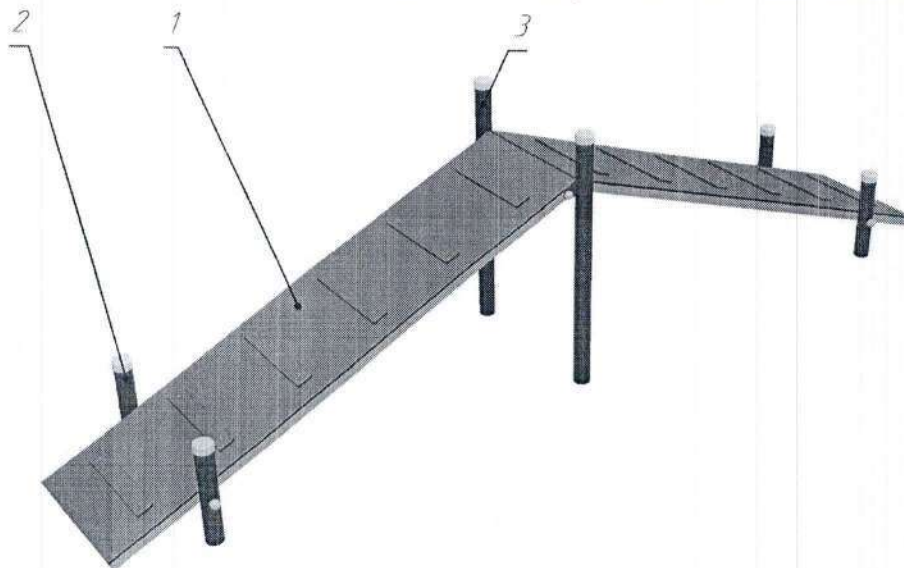

Рис.1 Общий вид Эстакады РТР 729Е-01
4.1. Эстакада РТР 729Е-01 (см. рис.1) представляет собой сборную конструкцию, состоящую из двух пандусов **1**, закрепленных на столбах **2** и **3**.